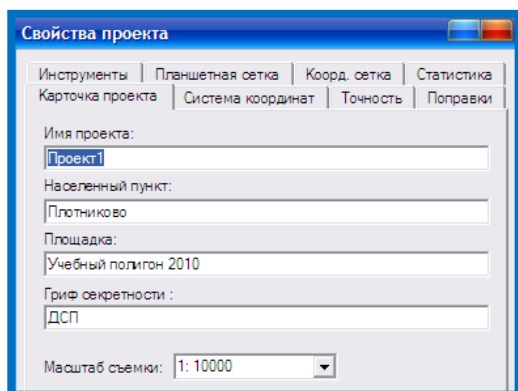

Рисунок 14 – Заполнение карточки проекта
2. В меню **Данные** уточняем **Свойства проекта**: выбираем удобный для отображения масштаб съемки - 1:10 000 (Рис.14). Присваиваем проекту имя по принципу – «ОГЗ Петров ПГ 11-13».